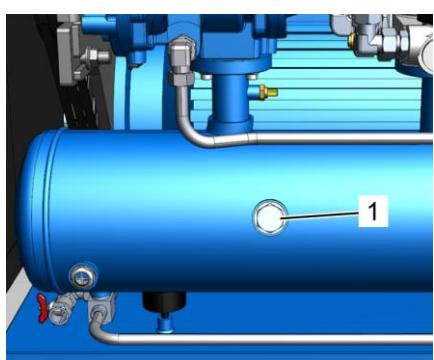

Рис. 35: Резьбовая пробка наливного отверстия (винтовой компрессор с клиновременным приводом)
5. Отверните резьбовую пробку наливного отверстия (Рис. 35/1), извлеките ее и проследите за тем, чтобы не потерялось уплотнительное кольцо.